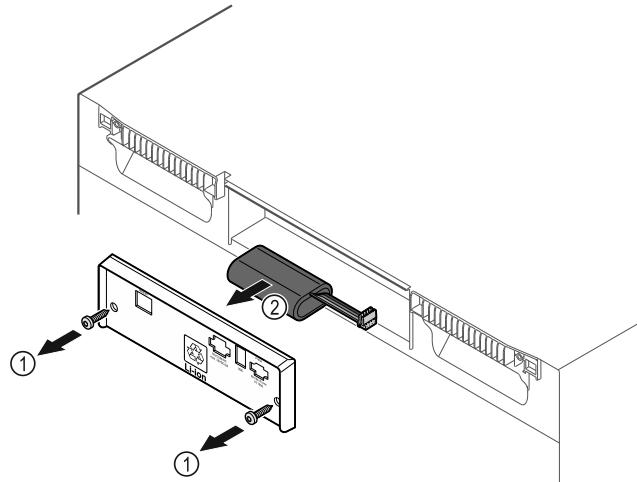

Fig. 186
- Открутите винты и снимите крышку с задней стороны устройства Fig. 186 (1).
- Отсоедините и извлеките аккумуляторную батарею Fig. 186 (2).